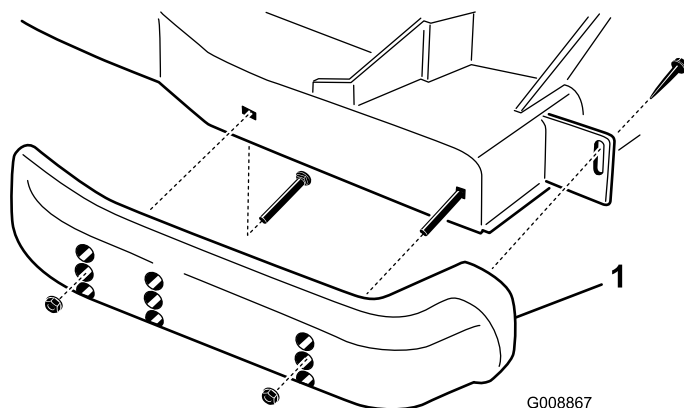

図 30
1. 各スキッドの前にあるねじをゆるめる (図 30)。
2. 各スキッドからフランジヘッドボルトとナットを外す (図 30)。